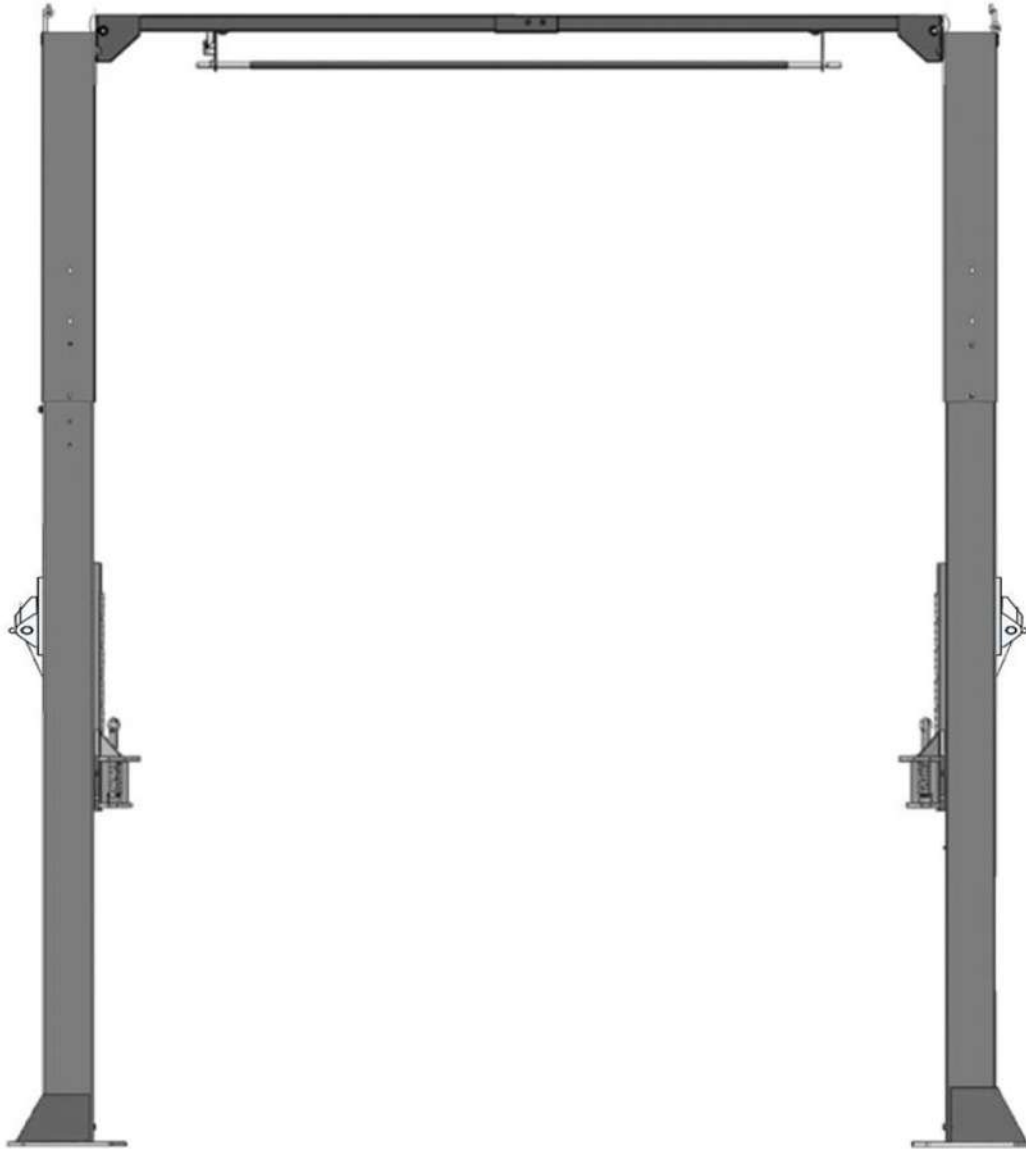

Fig. 24
J. Levante os carrinhos até cerca de um metro de altura com a mão e trave-os no mesmo nível (Ver Fig. 24)